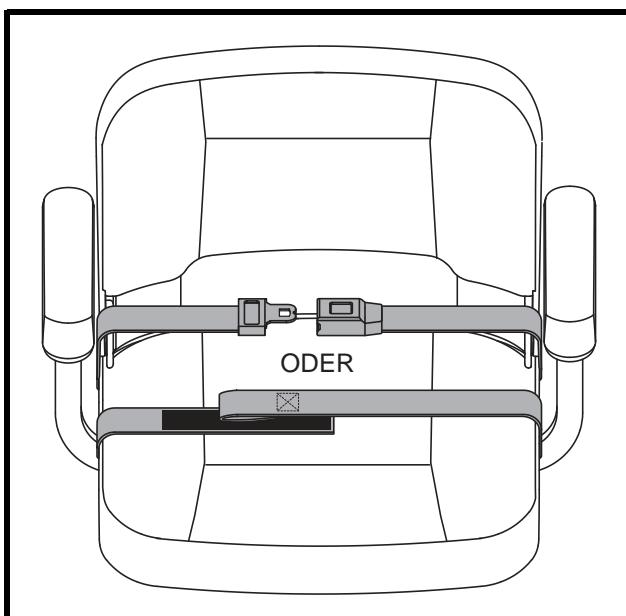

Abb. 21. Rückhaltegurte - Rückhaltegurt mit Schloss oder Rückhaltegurt mit Klettverschluss
1. Schloßzunge in das Schloßteil stecken, bis der Schnellverschluß hörbar einrastet. Siehe Abb. 21.
1. Führen Sie die beiden Enden des Gurts zusammen, so dass die eine Seite des Klettverschlusses, an der sich die Schlaufen befinden, direkt über der raueren Seite mit den Widerhaken liegt. Zum Sichern fest zusammendrücken. Siehe Abb. 21.